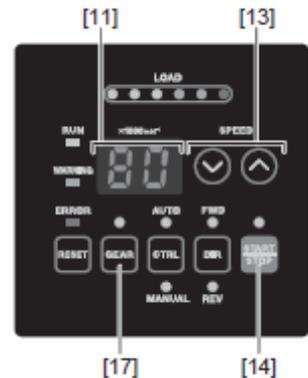

Abb.27
- (4) Motorstart/-stopp (Motorstart/-stopp durch Drücken der Start / Stopp-Taste (START / STOP) [14] von Abb. 27.) Die Motorspindel wird gestartet und die LED leuchtet auf.
- (5) Einstellen der Motordrehzahl (Stellen Sie die Motordrehzahl-taste (SPEED ↑, ↓) [13] von Abb. 27.) Stellen Sie durch Drücken der Motordrehzahl-Angleich-taste (SPEED ↑, ↓) [13] ein.
- (3) Einstellen der Übersetzung (Betätigen Sie die Übersetzungsmodus-Auswahl-taste (GEAR) [17] von Abb. 27.) Drücken Sie die Übersetzungsmodus-Auswahl-taste (GEAR) [17]. (GEAR-LED leuchtet auf.) Prüfen Sie das Übersetzungsverhältnis der verwendeten Spindel oder der Drucksenker-Kombination, wählen Sie das geeignete Übersetzungsverhältnis durch Betätigen der Motordrehzahl-Angleich-taste (SPEED ↑, ↓) [13]. Drehzahl-anzeige [11] zeigt 5 mögliche Übersetzungsverhältnisse, die folgenden sind möglich: 1,0, 1,5, 2,7, 4,0, 6,0, 16. Wenn eine andere Übersetzung als "1,0" eingestellt ist, blinkt der Punkt auf der digitalen Drehzahl-anzeige [11]. (Siehe Abb. 28.) Wenn Sie keinen Reduziergetriebe oder eine Winkelspindel verwenden, brauchen Sie den Übersetzungsverhältnis-Modus nicht einzustellen. (Stellen Sie die Übersetzung von 1,0 ein)
- (5) Einstellen der Motordrehzahl
- Der Motordrehzahlbereich ist $1.000 - 80.000 \text{ min}^{-1}$. Maximale Motordrehzahl hängt vom Typ des Motors und der Spindel ab. Durch Einstellen des Parameters P2 " on " kann die Motordrehzahl im Auto-Modus mit der Motordrehzahl-Angleichtaste (SPEED ↑, ↓) [13] justiert werden, siehe Abb. 27.